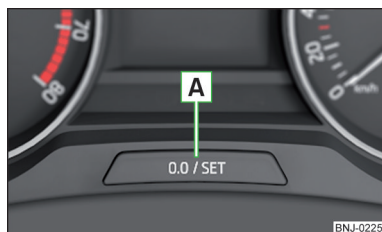

Fig. 34
➤ Pulse el botón **A** » fig. 34 de la pág. 47.
- Mantenga pulsada la tecla **A** » fig. 34 hasta que se muestre en la pantalla el punto de menú Hora.